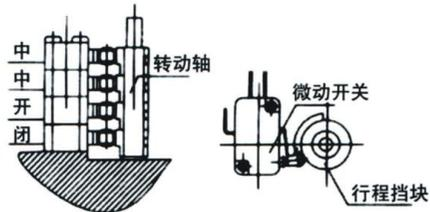

图7
2、中间位置开关的调整 (图 7)
- ① 用手柄驱动阀门至所需位置。
- ② 松开行程挡块固定螺钉，转动行程挡块，使相对应的微动开关动作，然后固定螺钉。
- ③ 两中间位置开关动作位置可根据使用需要进行调整。